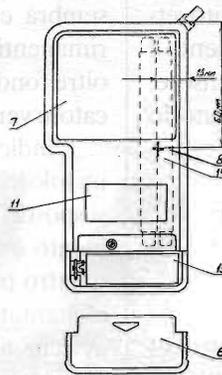

Рис. 2.
- откройте отсек питания, потянув за крышку отсека питания (поз. 6 рис. 2) на себя и вниз;